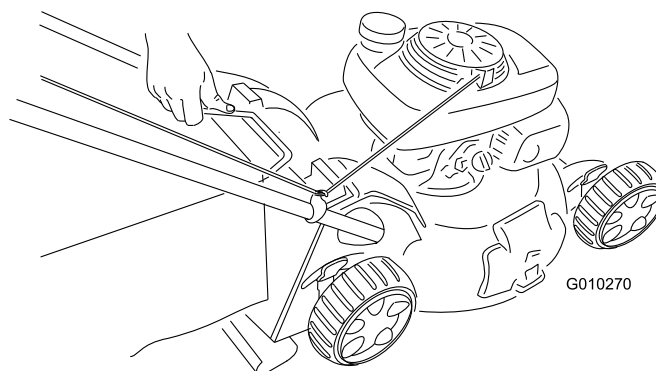

Figura 31
2. Sollevate la maniglia del cesto di raccolta estraendola dalle scanalature presenti sulla parte superiore della macchina e staccare il cesto dalla macchina stessa (Figura 31).